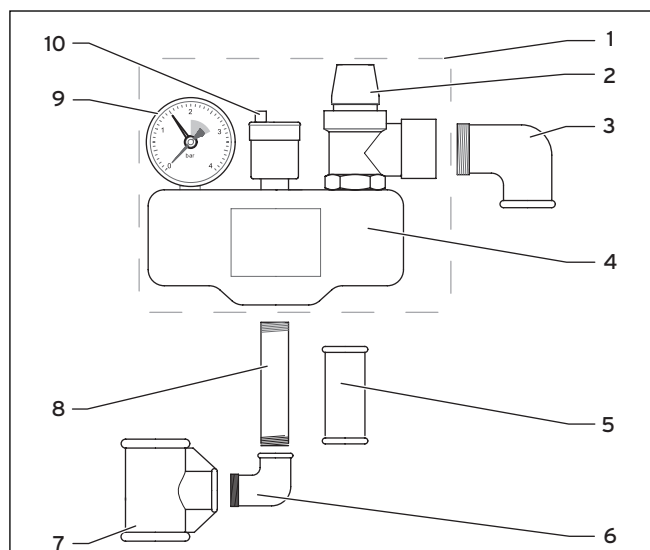

Fig. 3.1 Grupo de segurança
- Verifique a totalidade do material fornecido segundo a fig. 3.1 e a tab. 3.1.